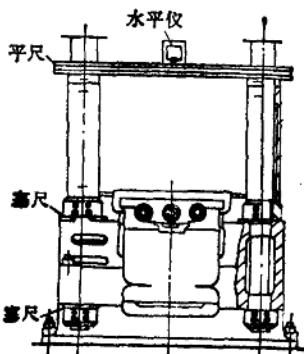

图13-2-25 主柱检查测量
4) 立柱部分的吊装: 首先清洁立柱, 在可能的条件下还可将立柱对角两立柱调换位置安装, 以延长其使用寿命。立柱吊装后, 如图13-2-25, 将底座上下的螺母拧紧, 并检查螺母与横梁的接触情况, 接触面积应均匀, 局部间隙不应大于 $0.05\text{mm}$ , 累计移动长度不应大于周长的 $1/5$ 。立柱的垂直度可用框架式水平仪分别在立柱的工作面上, 至少分上、中、下3处进行测量, 沿圆周 $90^\circ$ 量一点, 取其平均值, 其垂直度不应大于 $0.1/1000$ 。两立柱间的平行度不应大于 $0.1/1000$ ; 然后吊装限程套, 用高度尺检查等高, 或在其上跨放平尺检查, 不水平度不应大于 $0.1/1000$ 。